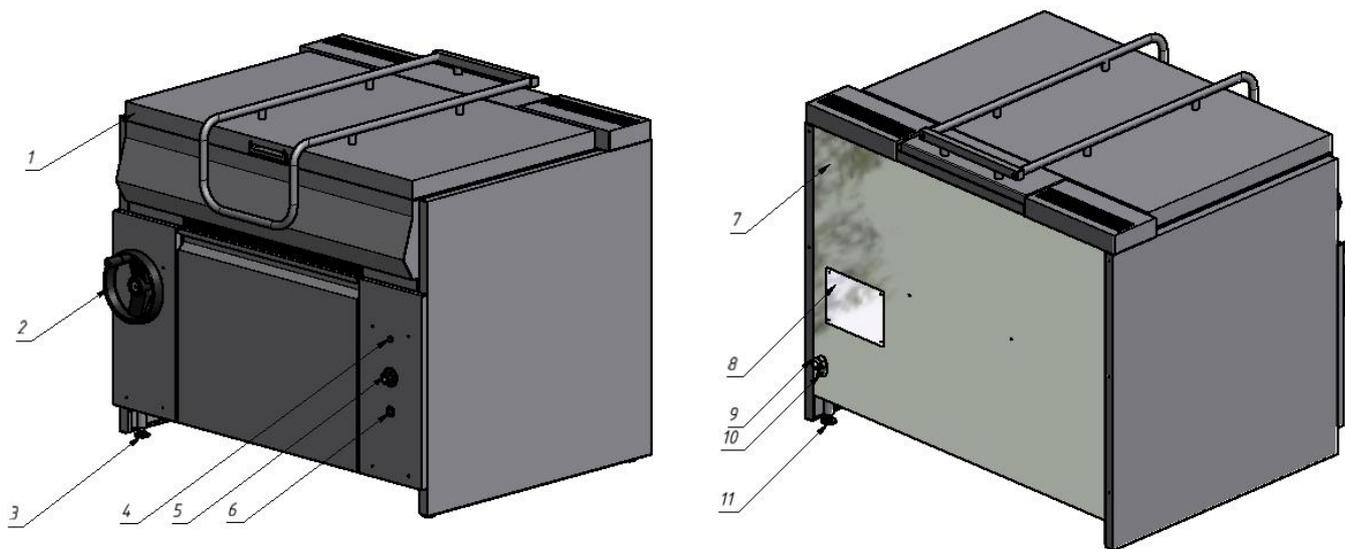

Рисунок 1 – Устройство сковороды электрической ФБЖТЛСЖЭ
7.3. Подсоединить заземление корпуса установки(10) (рис. 1) к заземляющему контуру помещения согласно ГОСТ 27570.0-87.
8.1. Включить подачу электрического тока, нажав включатель электрической сети (6)(рис.1).
8.2. Задать температуру жарения поворотом ручки терморегулятора(5)(рис.1), при этом сигнальная лампочка (4) (рис.1) светится. При достижении заданной температуры сигнальная лампочка (4) (рис.1) погаснет. Для жарения во фритюре необходимая температура до 1800С.